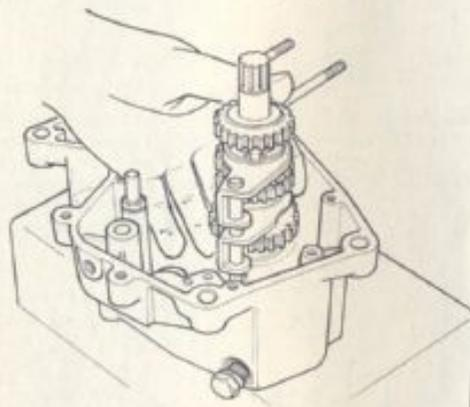
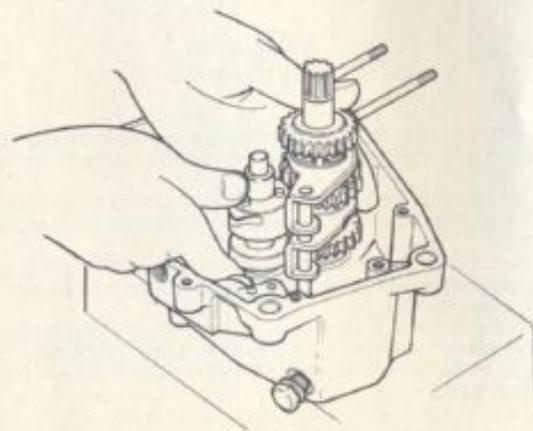

FIG. 36
FIG. 37
- 2) INFILARE la rondella di rasamento di spessore 0,6 mm. sull'albero secondario avendo cura di mettere un po' di grasso per farla rimanere aderente all'ingranaggio della 1a velocità, montare quindi le forchette nei rispettivi scorrevoli e infilare l'albero secondario completo di forchette nella rispettiva sede e perni di guida (fig. 36). Contemporaneamente infilare i perni di traino delle forchette nella pista della cammes completa di rondella di rasamento di spessore 0,4 mm. e abbassare tutto il gruppo contemporaneamente (fig. 37).